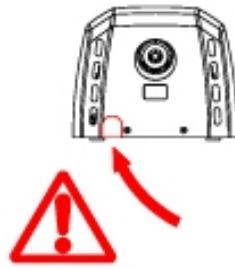

Figura 12
- También es muy importante asegurarse que la carcasa una vez montada y atornillada sobre la base tiene el protector de plástico correctamente alojado en la ventana inferior que tiene forma de "U" invertida (Figura 12).